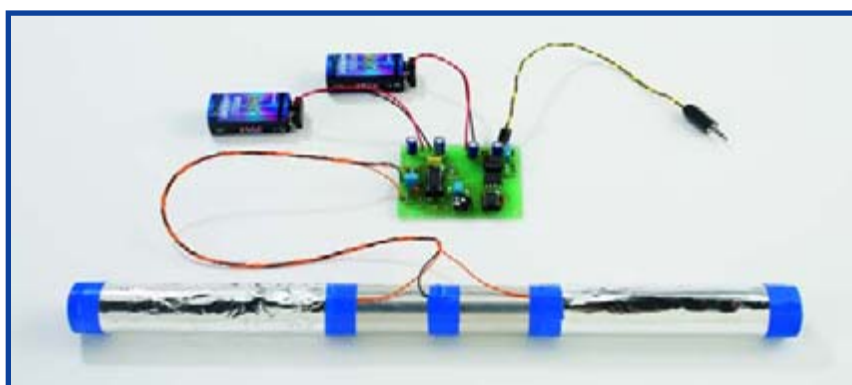

Figure 1. Le capteur de mesure des signaux cardiaques se compose, dans le cas le plus simple, d'un tube dont les deux surfaces de contact sont aux extrémités.
- Acquisition de l'ECG : si les électrodes sont bien placées et que le patient est tranquille, le relevé doit se stabiliser en quelques secondes et ressembler à celui illustré en **figure 1**.
Il n'est pas nécessaire de disposer d'un Gameboy (voir l'autre article de ce numéro sur le sujet) pour tracer un ECG. Nous pouvons le faire avec une carte son ordinaire ou en passant par l'entrée son d'un ordinateur portable. Il ne nous faut qu'un capteur (**figure 1**) qui, dans le cas le plus simple, se composera d'un tuyau dont les deux extrémités constitueront les surfaces de contact tenues par le sujet de l'expérience (objet de la mesure) comme les poignées d'un guidon de vélo. Comme